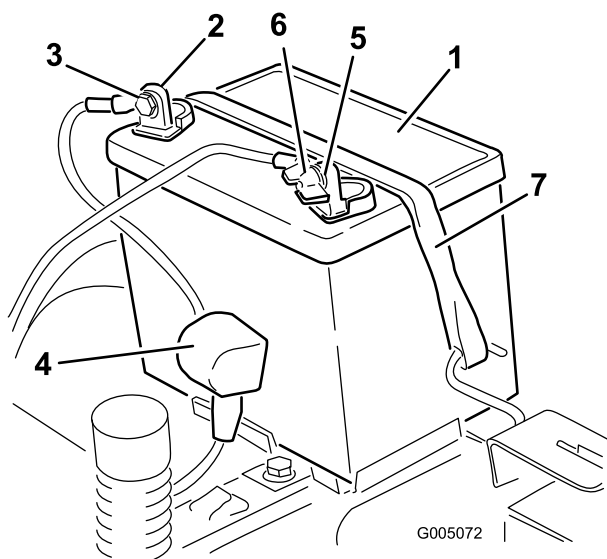

Figura 31
4. Desconecte el cable negativo de tierra (negro) del borne de la batería (Figura 31). Guarde todos los herrajes.
5. Deslice hacia arriba la cubierta de goma del cable positivo (rojo). Desconecte el cable positivo (rojo) del borne de la batería (Figura 31). Guarde todos los herrajes.
6. Retire la correa de sujeción de la batería (Figura 31) y levante la batería para retirarla de su bandeja.
1. Coloque la batería en la bandeja, con los bornes hacia el puesto del operador (Figura 31).
5. Fije la batería con la correa de sujeción (Figura 31).